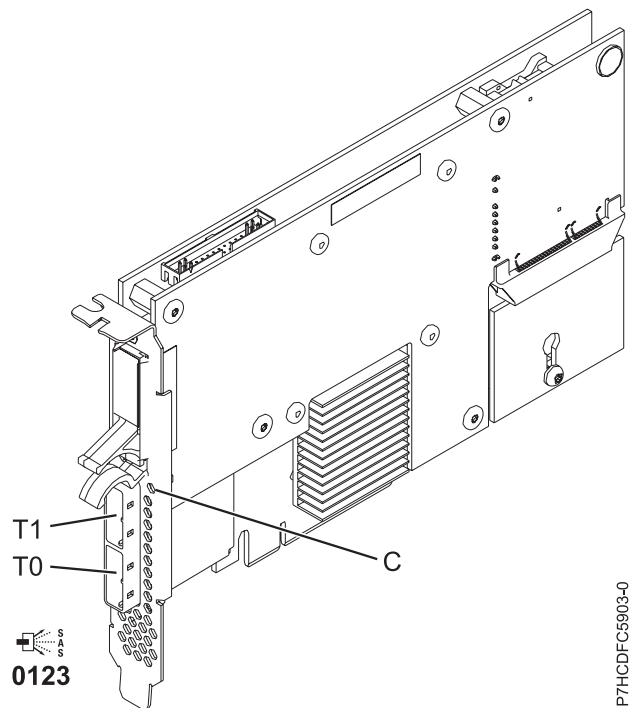

Figure 39. Carte SAS RAID PCIe double accès - x4 3 gigabits
L'adaptateur 5805 possède un voyant ((C) dans la figure 39, à la page 115) qui clignote si des données sont présentes en cache. Le voyant de présence de données en cache clignote lorsqu'il y a de possibles données présentes dans le cache de l'adaptateur. Si le voyant indiquant la présence de données en cache clignote, ne remplacez pas le bloc de batteries de cache. S'il est remplacé pendant que le voyant clignote, les données en cache seront perdues. Voir la figure 39, à la page 115 pour localiser le voyant de présence de données en cache sur cet adaptateur.